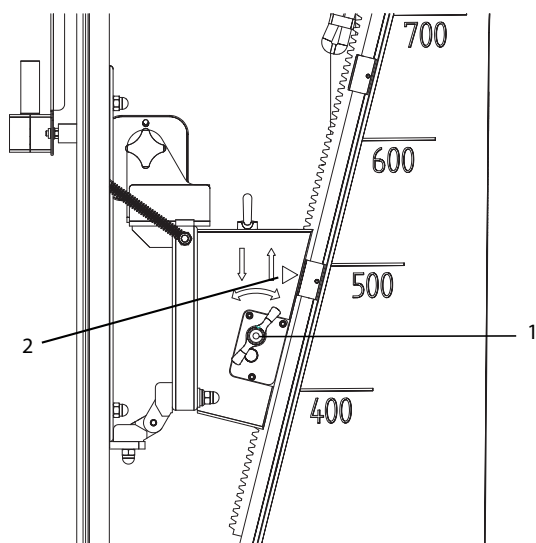

Fig. 9: Spostamento verso l'alto
2. Posizionare lo sbloccaggio verticale verso il basso (ruotare verso sinistra). Vedere anche Fig. 9.